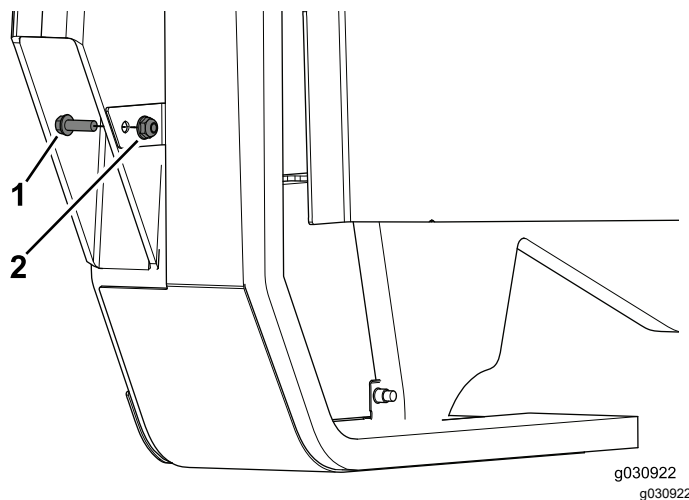

Figura 31
3. Utilice un perno ($\frac{1}{4}$ " x $\frac{3}{4}$ ") y una tuerca con arandela prensada ($\frac{1}{4}$ ") para completar la instalación del panel (Figura 31).